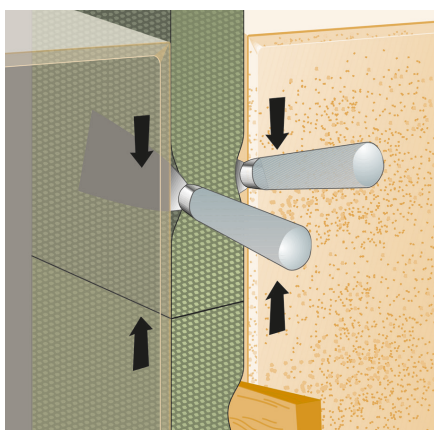

Fig 2
- Banden kan monteras på fuktiga ytor. Om bandet ej fäster, fixera med kilar i väntan på att expansionen mot den andra ytan klämmer bandet på plats, se fig. 2.